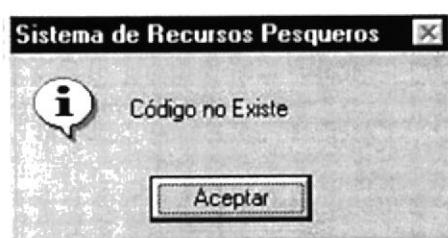

Figura 10.6 Mensaje de Código no existe
6. Ingrese el código de la empresa **Empresa**  y luego presione la tecla Enter, en caso de no conocer el código de click en el botón de búsqueda  que se explica en el capítulo 12, seleccione la empresa que automáticamente se llenará el respectivo código y la descripción. En caso de no existir el código de la empresa aparecerá la siguiente pantalla (ver figura 10.6)